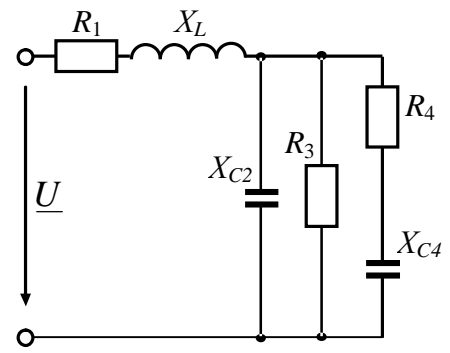

Рис. 3.23
**3.138.** Знайти розподіл струмів електричного кола змінного струму (рис. 3.23), якщо напруга джерела живлення 100 В, активні й реактивні опори кола:  $R_1 = 0,68$  Ом;  $R_3 = 10$  Ом;  $R_4 = 10$  Ом;  $X_L = 0,32$  Ом;  $X_{C2} = 10$  Ом;  $X_{C4} = 10$  Ом.